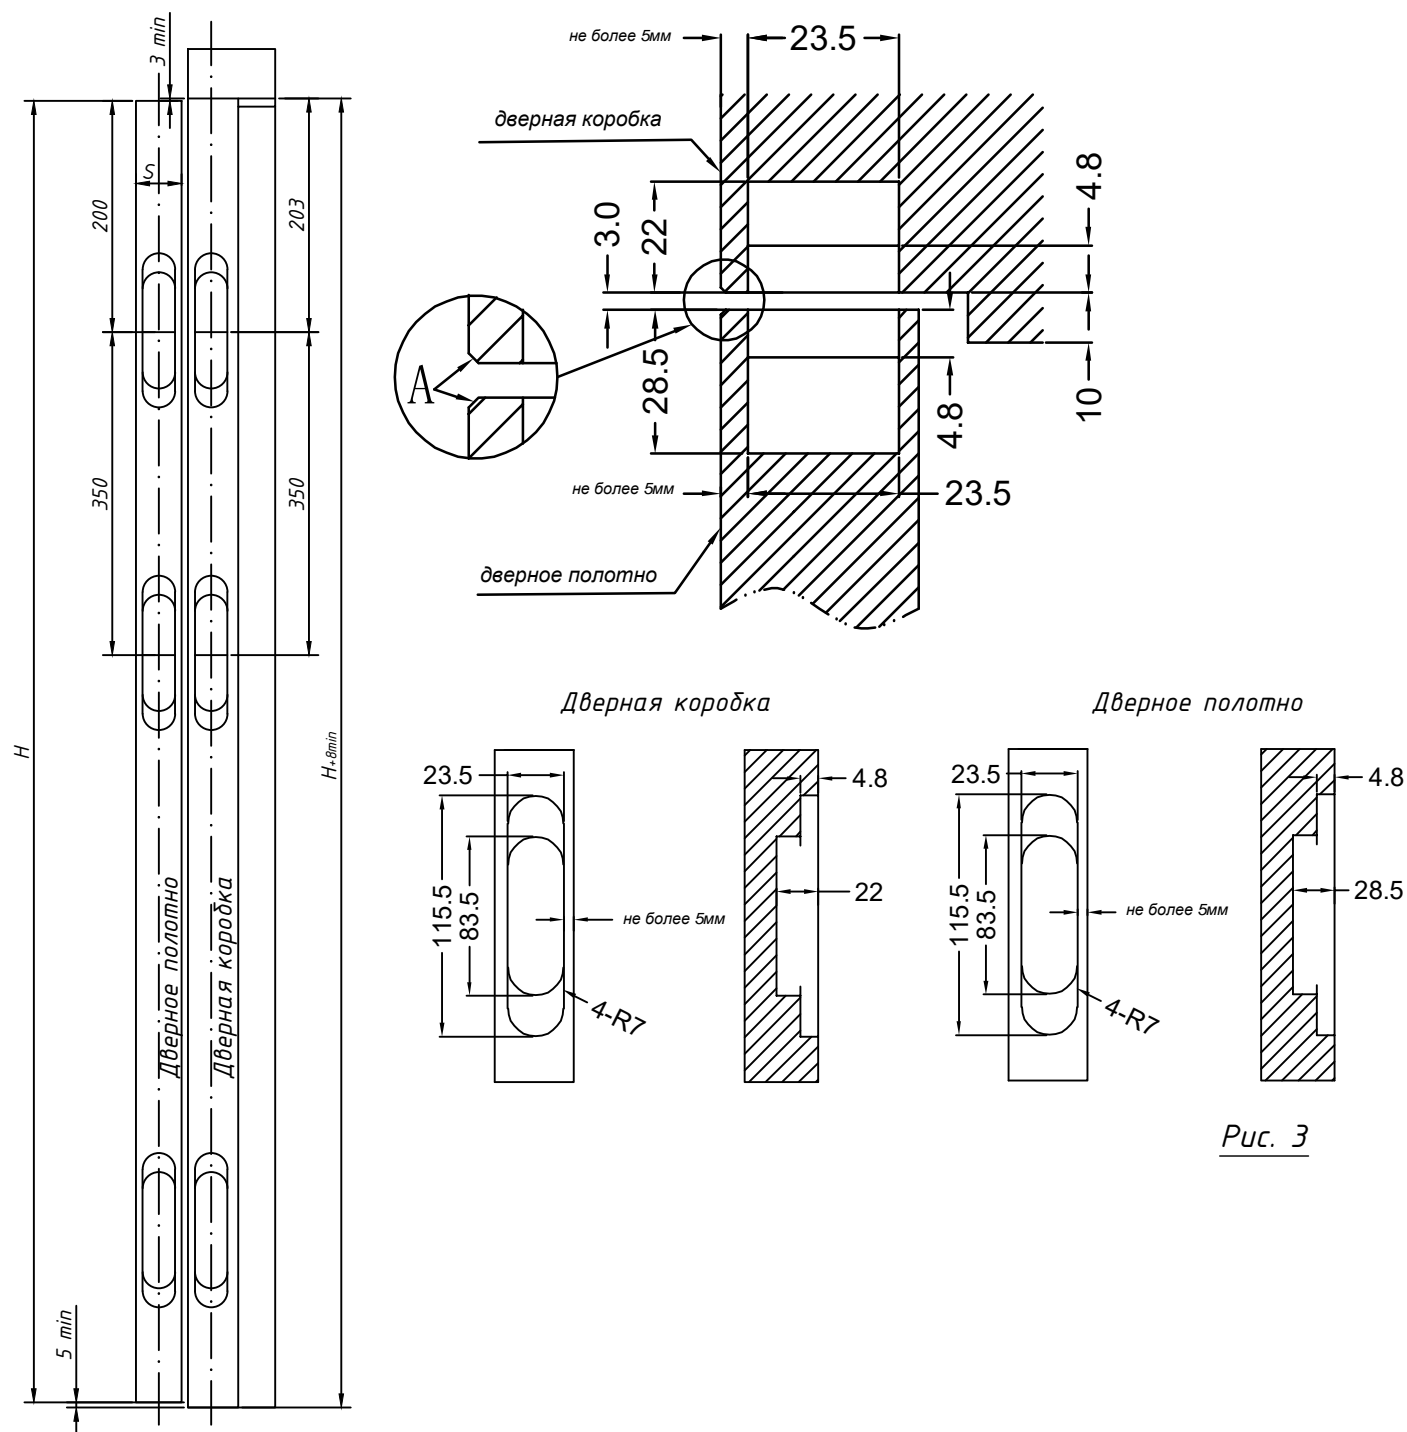

Рис. 3
2.1. Отфрезеруйте пазы в дверном полотне и в дверной коробке, согласно рис.3